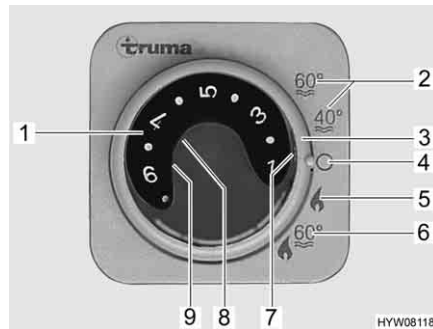

Bild 56 Bedieneinheit für Heizung/Boiler
- Betriebsart mit dem Drehschalter (Bild 56,3) einstellen.
Die Heizung wählt nach gewünschter Raumtemperatur selbstständig die benötigte Brennerstufe. Wenn die gewünschte Raumtemperatur erreicht ist, schaltet der Brenner ab. Bei Betriebsart "Heizung und Boiler" (Bild 56,6) wird auch das Wasser im Boiler erhitzt. Die Heizung kann in der Betriebsart "Heizung ohne Boiler" (Bild 56,5) mit leerem Boiler betrieben werden.
- Temperaturdrehknopf (Bild 56,1) an der Bedieneinheit auf gewünschte Heizstufe stellen.
- Drehschalter (Bild 56,3) auf Winterbetrieb "Heizung ohne Boiler" (Bild 56,5) oder auf Winterbetrieb "Heizung und Boiler" (Bild 56,6) stellen.
Grüne Kontroll-Leuchte (Bild 56,7) leuchtet.
- Drehschalter (Bild 56,3) auf "O" (Bild 56,4) stellen.